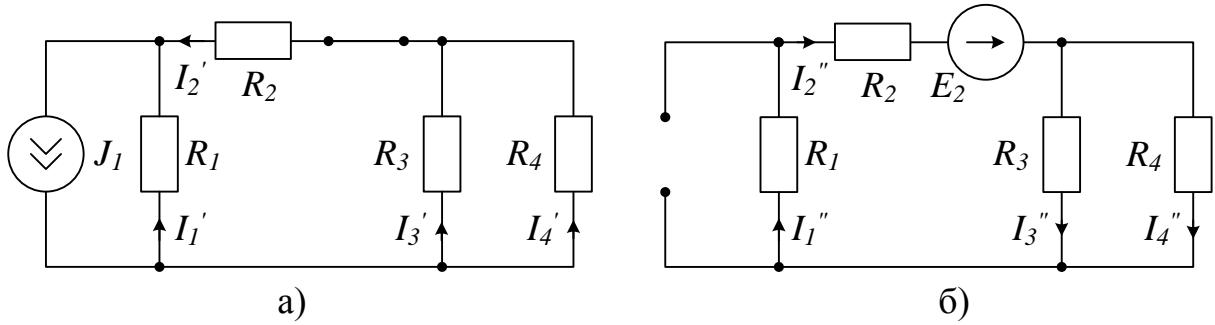

Рис. 1.16
1. С источником тока J_1 при закороченном источнике ЭДС E_2 (рис.1.16,*a*);
2. С источником ЭДС E_2 при обрыве ветви с источником тока J_1 (рис.1.16,*б*)
Рассчитаем токи I_1' .. I_4' в первой частичной схеме (рис.1.16,*a*). Найдем суммарное сопротивление R_2, R_3 и R_4 :
Теперь рассчитаем токи I_1'' .. I_4'' во второй частичной схеме (рис.1.16,*б*). Найдем сопротивление схемы относительно зажимов источника ЭДС: